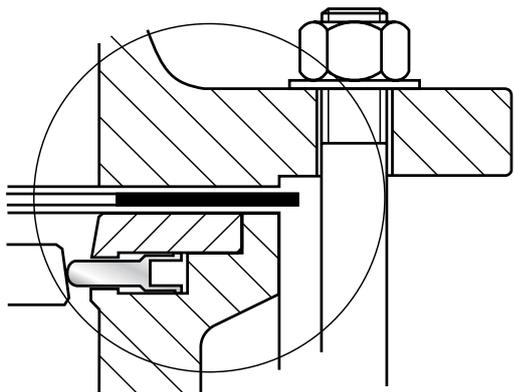

Рис. 5-6 Фланцы и прокладки
5. Убедиться в том, что дисковый поворотный клапан и прокладки совмещены правильно, и их качество соответствует требованиям. При правильном выполнении отсечки давление ответного фланца передается через прокладку на крышку (→ Рис. 5-6).
1. Вывернуть болты зажимного кольца (→ Рис. 5-6/4).
3. Вывернуть винты (→ Рис.5-6/3), чтобы снять патрон (→ Таблица 5-6/2).
4. Снять кронштейн (→ Рис.5-6/6) с дискового поворотного клапана, вывернув болты (→ Рис. 5-6/5).
5. Снять исполнительный механизм с клапана при помощи съемника (→ Рис. 5-6/1). Вворачивать съемник до тех пор, пока исполнительный механизм не снимется с вала клапана.